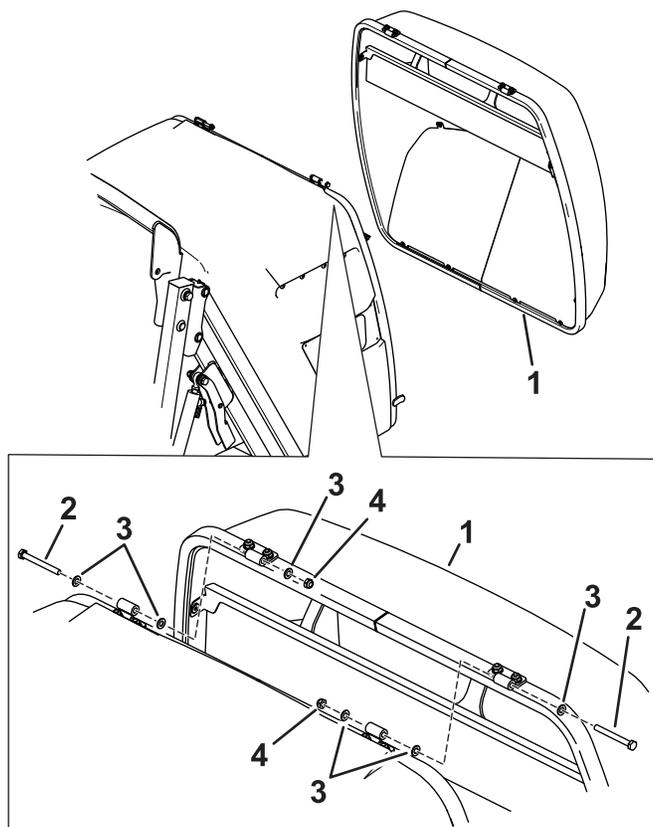

Figure 2
2. Assemblez le couvercle de la trémie sur la trémie à l'aide des fixations retirées précédemment; voir Figure 2.